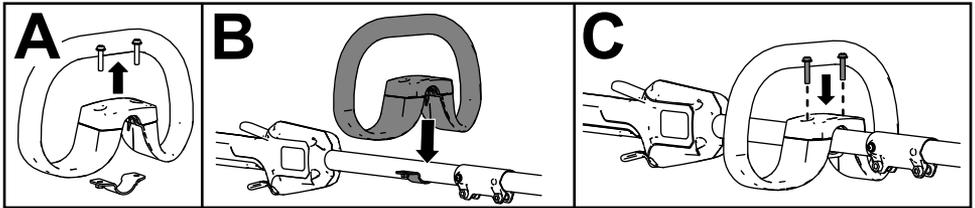

Figura 4
1. Usando un destornillador Phillips, retire los 2 tornillos y separe la empuñadura auxiliar de la abrazadera (**Figura 4, A**).
2. Alinee la empuñadura auxiliar con la abrazadera en el mango de la desbrozadora (**Figura 4, B**).
3. Sujete la empuñadura auxiliar a la abrazadera con los 2 tornillos que retiró anteriormente (**Figura 4, C**).
3. Sujete el protector a la base de la desbrozadora con los 2 tornillos allen, las 2 arandelas y los 2 espaciadores que retiró anteriormente (Figura 4, C).